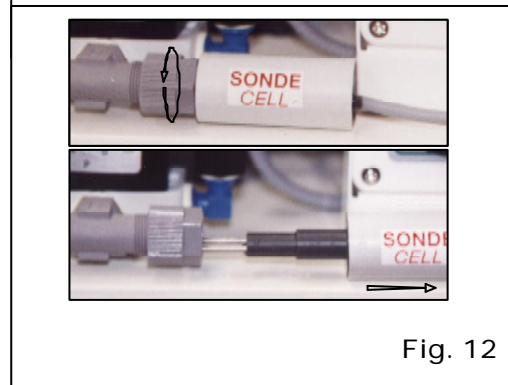

Fig. 12
86. NETTOYAGE DE LA SONDÉ (Fig. 12)